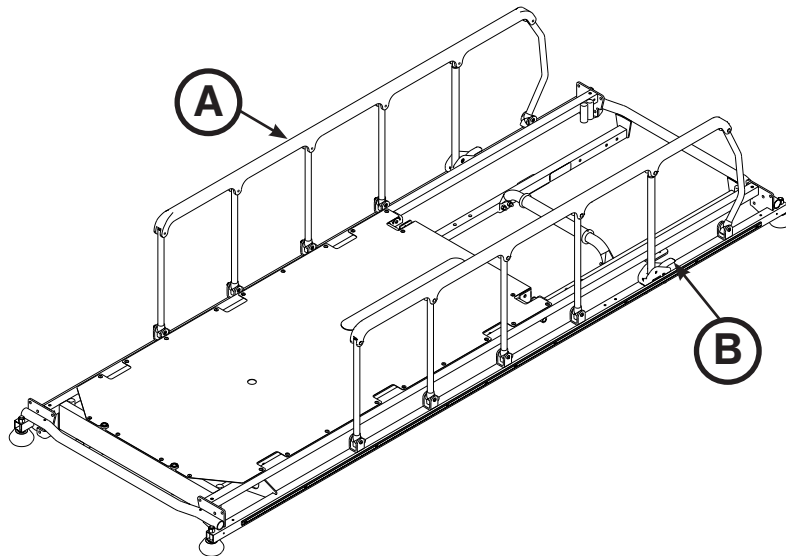

Figura 4: Grades laterais
**Para elevar as grades laterais**, puxe a grade lateral (A) para cima e levante-a até à posição mais alta possível, até o trinco (B) ficar engatado, conforme se mostra na figura 4.
**Para baixar as grades laterais**, puxe o trinco (B) para cima e guie a grade lateral até à posição mais baixa possível, conforme se mostra na figura 4.